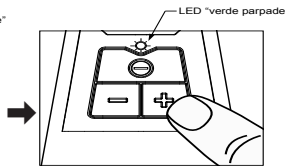

figura 3
3. Ajuste la velocidad presionando los botones "+" o "-" en la placa de botones. Presione "+" para subir a la configuración de velocidad más alta, "-" es para bajar la configuración de velocidad. - consulte la figura 3.